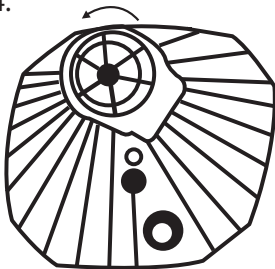

Fig 4
6. Poner el cuerpo en la posición deseada y alimentar la manguera a través del gabinete o stand. Fig 4.
3. Una vez que el sifón comience poner el tubo de salida en una cubeta. Fig 4
15. Voltee la unidad y de la vuelta a la cubierta del impulsor contrario a las manecillas del reloj y remuévalo. Fig 4.